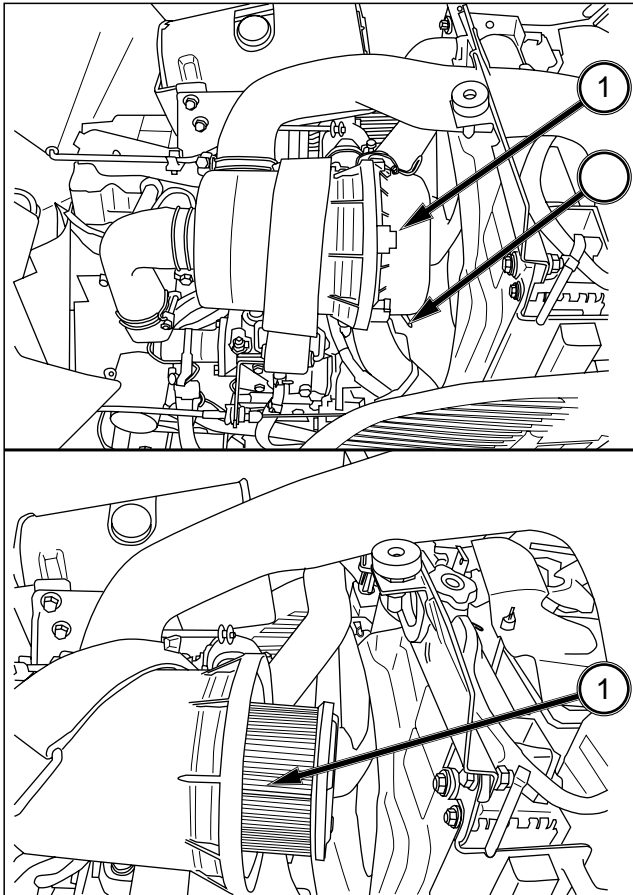

FIG. 5-25
FIG. 5-25 : Soulevez le capot moteur pour accéder au filtre à air (1). Le filtre à air se compose d'une cartouche extérieure sèche en papier pour filtrer les particules de poussière de l'air d'admission. Le piège à poussière (2), piège les accumulations de poussière qui tombent de la cartouche extérieure.